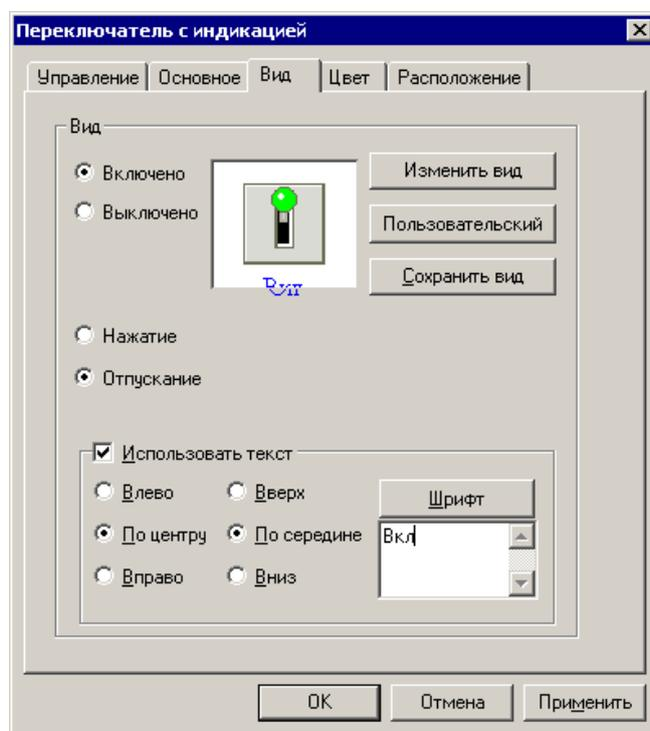
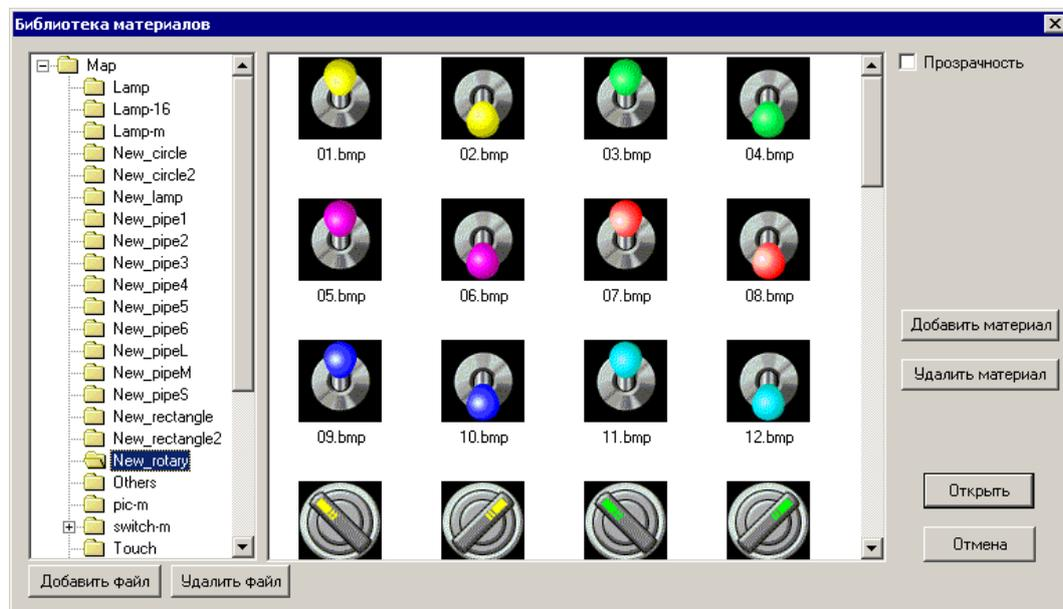

Рисунок 45
Рисунок 47
1. В окне «Свойства элемента», на вкладке «Вид» – нажать кнопку «Изменить вид» (см. рис. 45).
3. При необходимости – в том случае, если редактируемый элемент отображается в двух или более состояниях – эту операцию следует выполнить последовательно для каждого из отображаемых состояний. Например, для элемента «Переключатель с индикацией» (см. рис. 45) отображается два состояния: «Включено» и «Выключено». Выбор состояния производится выбором позиции переключателя, расположенного слева от изображения элемента.
1. Нажать кнопку  («Библиотека материалов») панели инструментов главного окна программы или кнопку «Пользовательский» окна «Свойства элемента», на вкладке с названием элемента (см. рис. 45). Откроется окно «Библиотека материалов» (см. рис. 47).
1. Нажать кнопку  («Библиотека материалов») панели инструментов главного окна программы или кнопку «Пользовательский» окна «Свойства элемента», на вкладке с названием элемента (см. рис. 45). От-
кроется окно «Библиотека материалов» (см. рис. 47).